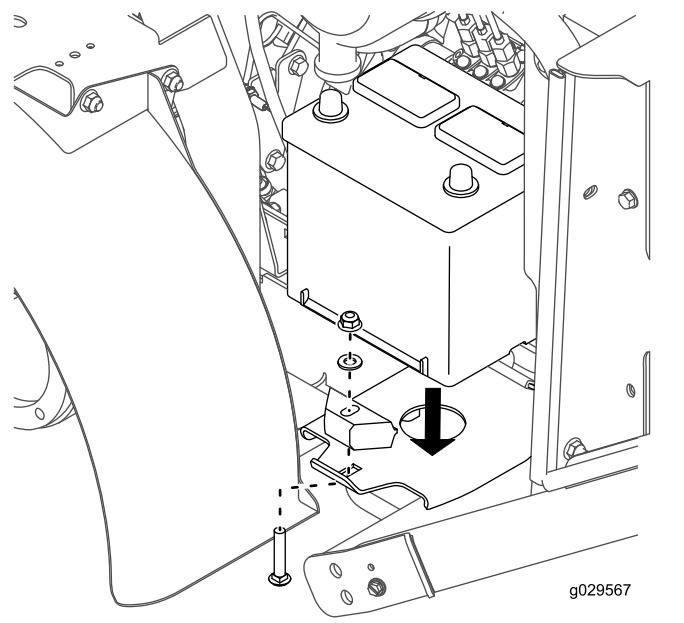

Figure 25
8. Fixez la batterie sur la plateforme en serrant légèrement le boulon de carrosserie, la barre de retenue, la rondelle et l'écrou retirés précédemment (Figure 25).